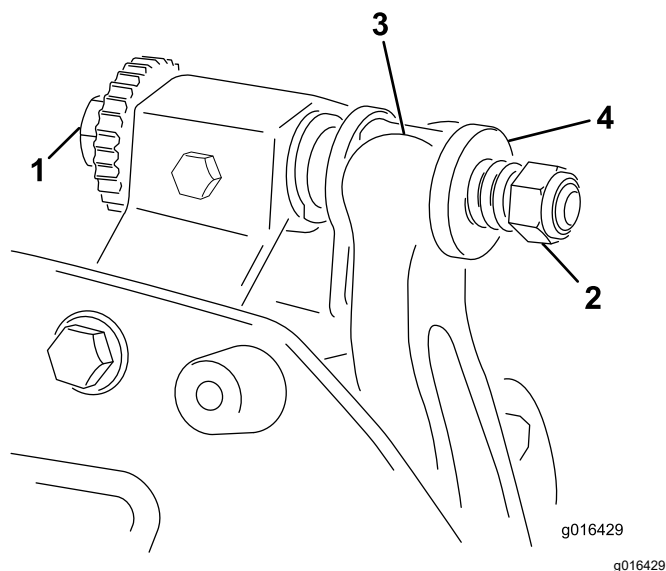

Figure 13
1. Tournez la vis de réglage de la barre d'appui dans le sens antihoraire pour éloigner la contre-lame du cylindre (**Figure 13**).
2. Faites sortir l'écrou de tension du ressort jusqu'à ce que la rondelle ne soit plus tendue contre la barre d'appui (Figure 13).
- 1. Montez l'ensemble barre d'appui/contre-lame en positionnant les languettes de montage entre les rondelles et la vis de réglage de la barre d'appui (Figure 13).